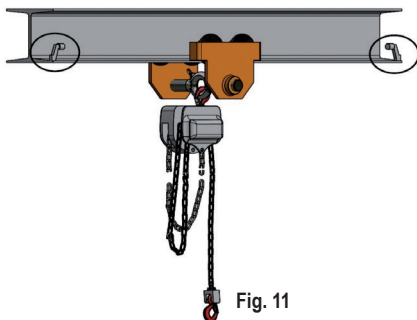

Fig. 11
- ⚠ Certificar-se de que os batentes estão presentes na viga (consultar Fig. 11). Se um batente for removível, certificar-se de o repor após o acesso do carrinho.